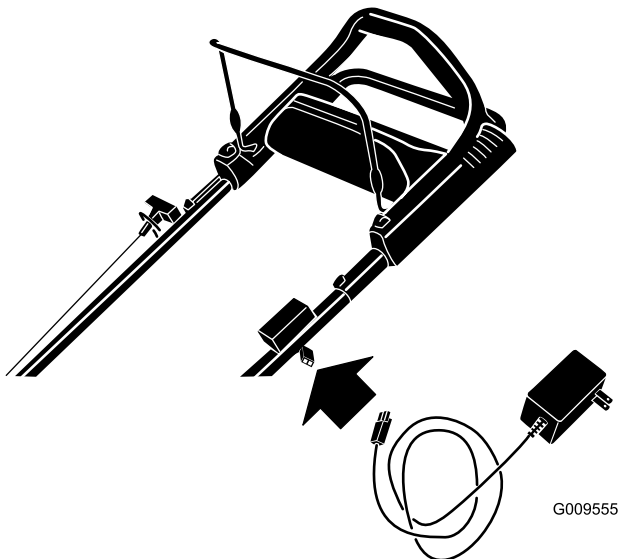

Figura 24
1. Conecte el cargador al arnés de cables situado debajo de la llave de contacto (Figura 24).